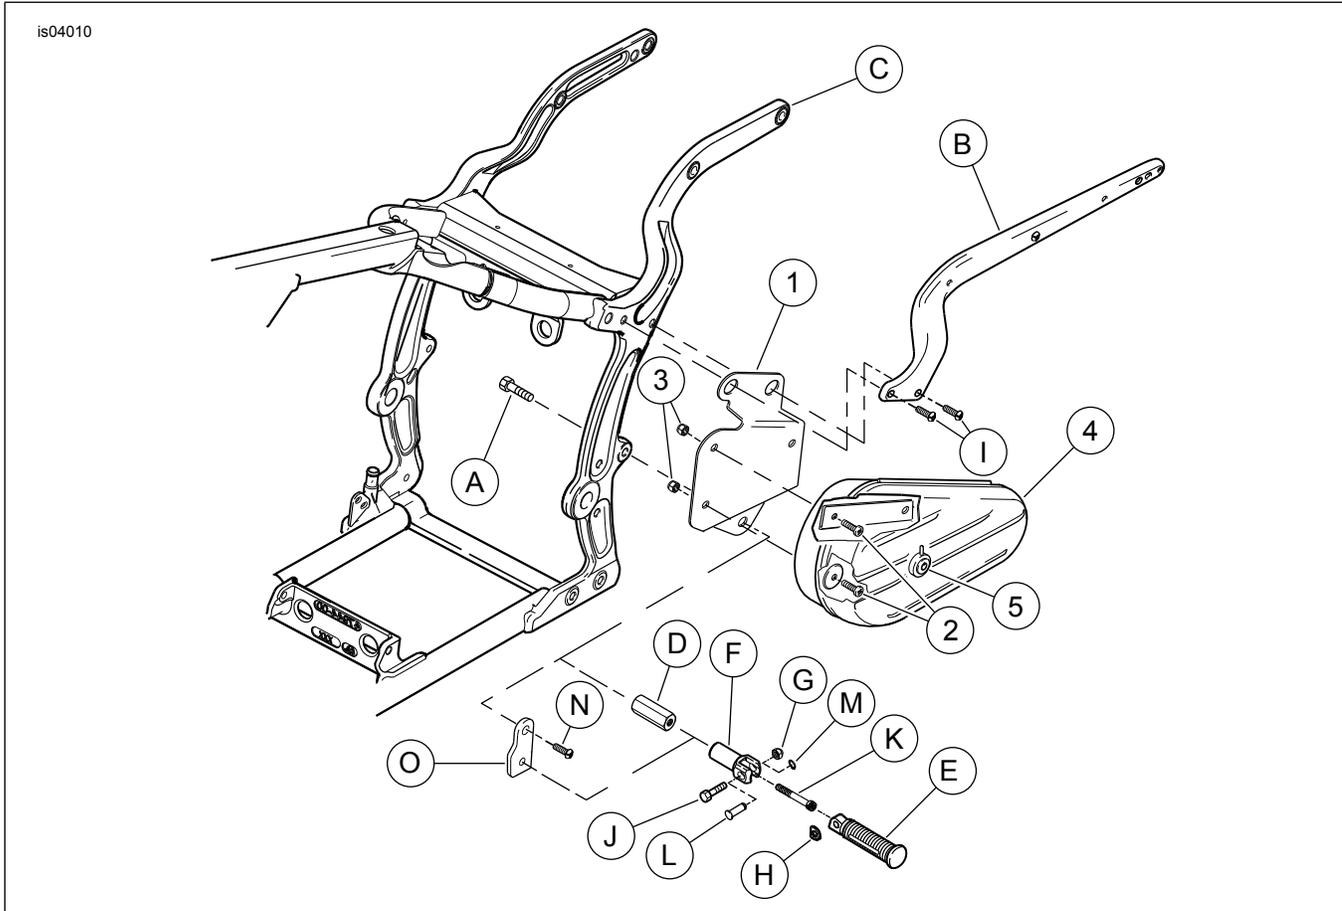

Figure 1. Pièces détachées : Kit de boîte à outils du côté gauche
Voir Figure 1 et Tableau 1.
- Voir Figure 1. Attacher la boîte à outils (4) au support de montage de boîte à outils (1) en utilisant trois vis à tête cylindrique (2) et écrous (3).
- Retirer les deux vis à tête bombée (I) qui attachent le support de garde-boue (B) arrière gauche au cadre (C) de la moto. Conserver les vis pour le montage.
- Pour les modèles FLSTN :** Retirer la vis à tête bombée (N) et le support de repose-pied (O) de gauche avec le support de repose-pied (F) et le repose-pied (E) attachés.
- Pour tous les autres modèles :** Retirer le contre-écrou (G), le boulon à tête hexagonale (J), la rondelle à ressort (H) et l'appui-pied (E). Retirer la vis à capuchon à tête creuse (K) qui attache le support de repose-pied (F) au cadre (C).
- Glisser le sommet du support de montage (1) entre le support de garde-boue arrière (B) et le cadre (C). Aligner les trous de dessus du support avec les trous de support de garde-boue. Aligner le trou de support inférieur avec le trou de montage de repose-pied dans le cadre. Installer les deux vis (I) retirées à l'étape 2 dans le support de garde-boue. Ne pas serrer les vis pour l'instant.